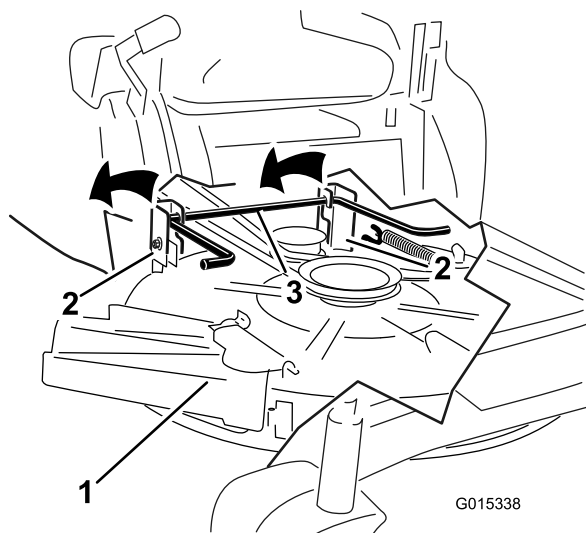

**Figura 70**
5. Rimuovete la coppia dall'asta di supporto frontale e rimuovete l'asta dalla staffa del piatto di taglio (Figura 70).
6. Montate l'asta di sostegno anteriore sul piatto di taglio con il perno con testa e la coppia a forcina (Figura 70).